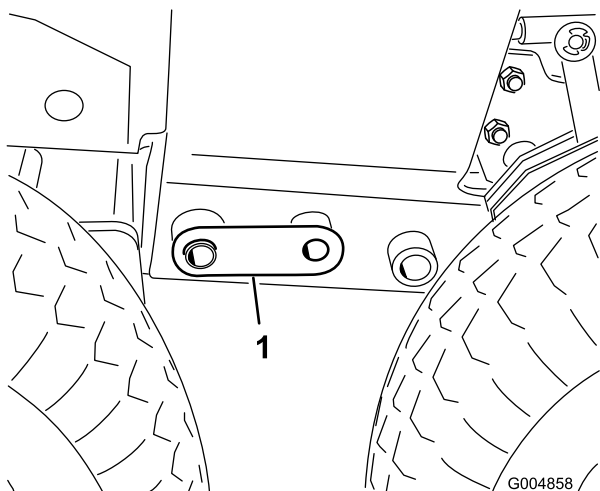

Figure 20
7. Positionnez le cric dans l'alignement des trous de 1" dans le châssis et montez une goupille d'accouplement de chaque côté (Figure 20).